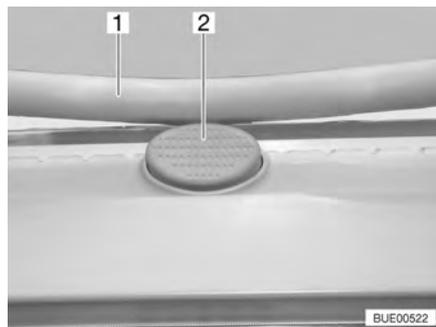

Fig. 64 Bottone di sicurezza sull'oblò Heki
- Premere il bottone di sicurezza (Fig. 64,2) e tirare verso il basso la staffa (Fig. 64,1) con entrambe le mani.
- Premere la staffa verso l'alto con ambedue le mani, finché la staffa non poggia al di sopra del bottone di sicurezza (Fig. 64,2).